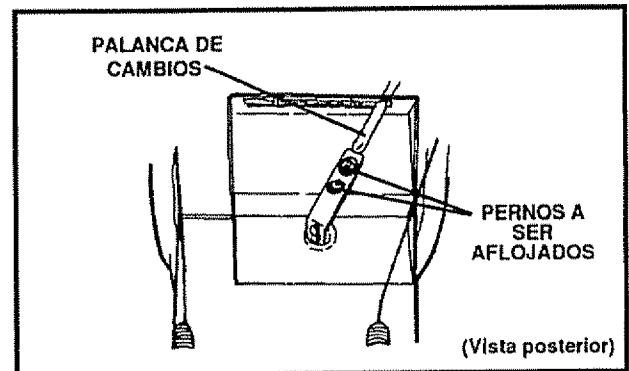

FIG. 31B
- Afloje los pernos de la palanca de cambios (vea la Fig. 31B).